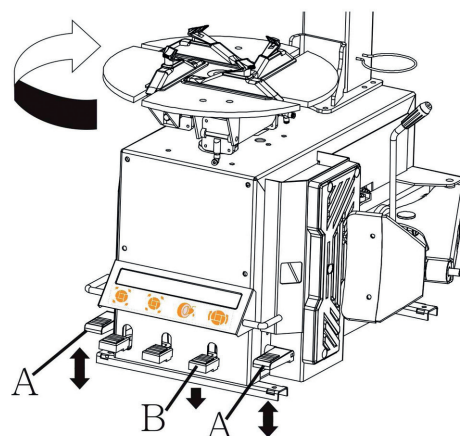

Bild 9
- **Betriebsprüfung:** Bevor Sie die Maschine in Betrieb nehmen, sollte folgender Test unbedingt durchgeführt werden: Nachdem Sie die Maschine an das Stromnetz angeschlossen haben, drücken Sie Pedal A (Bild 9), wenn alles richtig gemacht wurde dreht sich die Drehscheibe im Uhrzeigersinn.
- » Der Öler 1 wird zum Schmieren, mit eine bestimmten Menge an Schmiermittel, der beweglichen Teile des Zylinders und Reglers verwendet. Drücken Sie 3 - 5 mal das Pedal B durch (Bild 9), etwas Schmiermittel wird in den Regler-Schale tropfen. Wenn dies nicht geschieht, kann die Einstellschraube 6 angepasst werden.